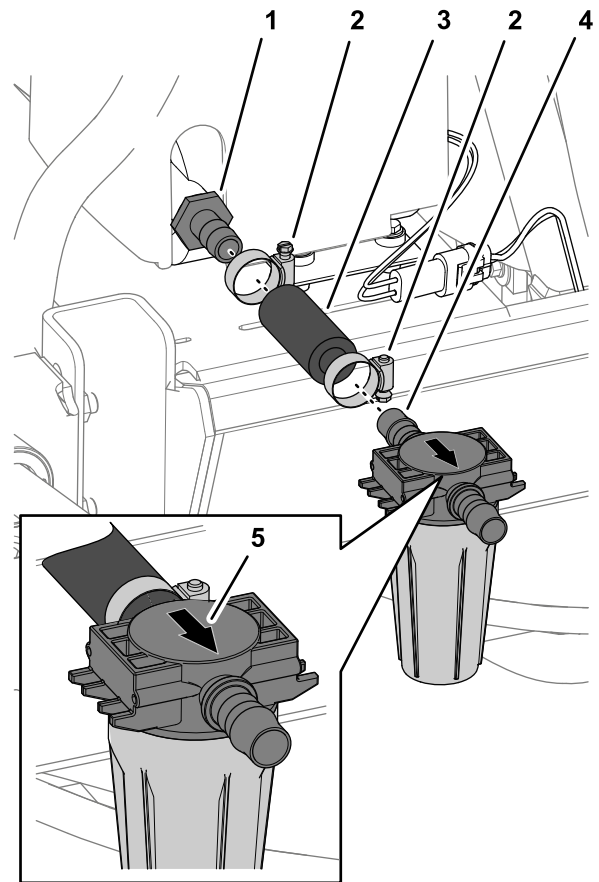
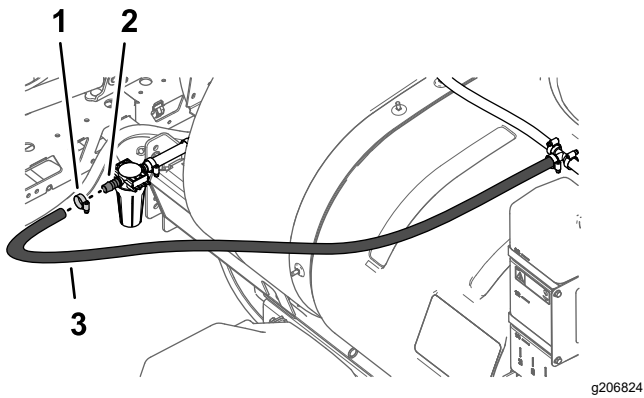

Bild 30
Bild 31
2. Montieren Sie den Schlauch (20,3 cm), den Sie in Schneiden des Schlauchs \(Seite 5\) abgeschnitten haben, mit einer Schlauchklemme am geraden, gezahnten Anschlussstück außen an der Spülbehälterpumpe und ziehen Sie die Klemme mit der Hand an (Bild 30).
3. Montieren Sie das gerade, gezahnte Anschlussstück am Zulauf des Filterkopfs (Filter) mit einer Schlauchklemme lose am Schlauch (20,3 cm) (Bild 30).
4. Montieren Sie das freie Ende des Schlauchs (1,9 cm x 180 cm) mit einer Schlauchklemme am geraden, gezahnten Anschlussstück am Auslauf des Filterkopfs (Bild 31).
5. Passen Sie die Stellung des Filterkopfs so an, dass die Schale der Filterbaugruppe vertikal ist, und ziehen Sie die zwei Schlauchklemmen mit der Hand an (**Bild 30** und **Bild 31**).